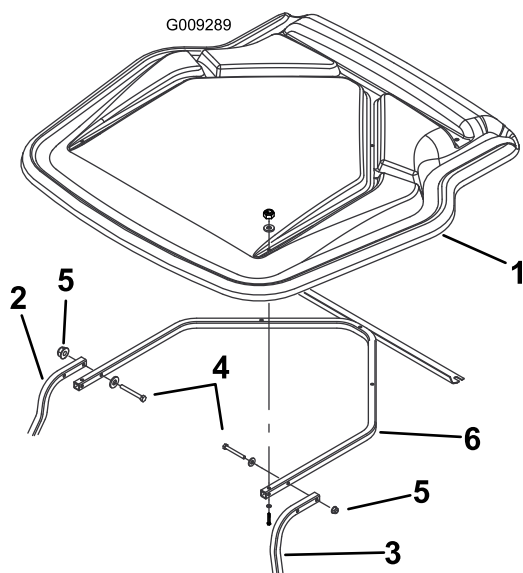

Figura 6
10. Coloque la capota sobre el bastidor de apoyo, y sujete la capota provisionalmente a los soportes delanteros usando 4 tornillos (5/16" x 2 3/4"), 4 arandelas planas (5/16") y 4 tuercas con arandela prensada (5/16"), según se muestra en Figura 6.
Nota: El soporte de la capota ya está instalado provisionalmente en la capota (Figura 6).